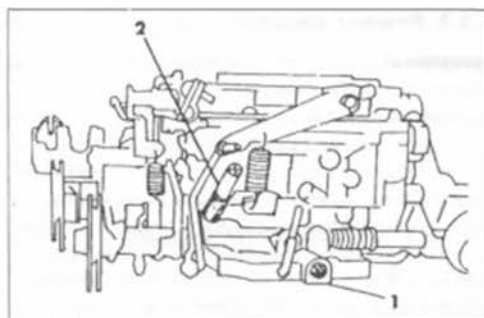

Рис. 136. Расположение винта регулирования холостого хода (1) и винта регулирования состава горючей смеси (2).
- Удалить пломбированную заглушку на стороне корпуса дроссельной заслонки с помощью винта регулирования состава горючей смеси при холостом ходе, винт полностью вывинтить с соответствующим усилием и в этом положении сделать 3 оборота внутрь. Положение винта показано на рис. 136.
- Болт (2) на рис. 136 регулировать, пока двигатель не будет давать при установленной ступенчатой коробке передач 800 об/мин, при встроенной автоматической коробке передач — 950 ± 50 об/мин у 1,6-литрового двигателя или 900 ± 50 об/мин — у 2,0-литрового двигателя.
- Если содержание CO не находится внутри $2,0\% \pm 0,5\%$, то винт регулирования состава горючей смеси (1) на рис. 136 переставлять шаг за шагом до тех пор, пока не будет получено нужное показание.